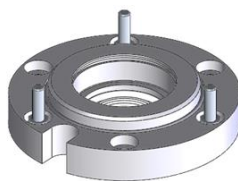

Рисунок 28: Невыпадающие болты корпуса подшипника
- Убедитесь, что невыпадающие болты корпуса подшипника находятся на месте (Рисунок 28).